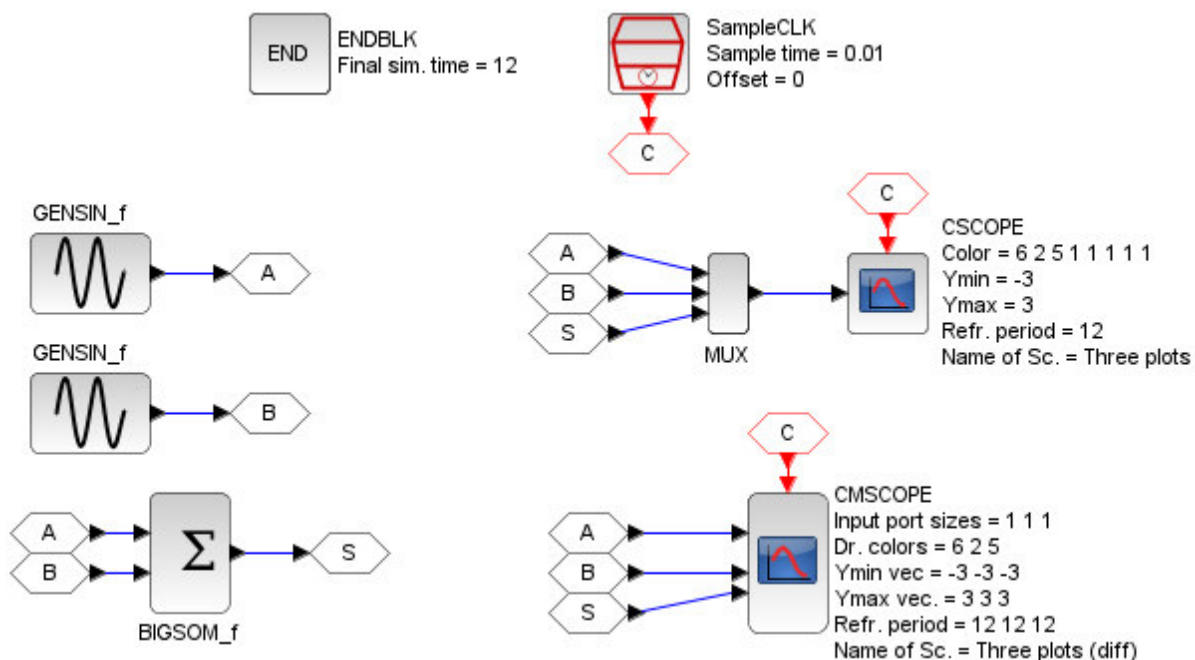

Рис. 6.3. Схема суммирования сигналов от двух генераторов синусоидальных сигналов
Построить схему, суммирующую сигналы от двух генераторов синусоидальных сигналов (рис. 6.3). Научиться использовать мультиплексор для построения графиков на одноходовом осциллографе.
1. Построить схему по образцу рис. 6.3.